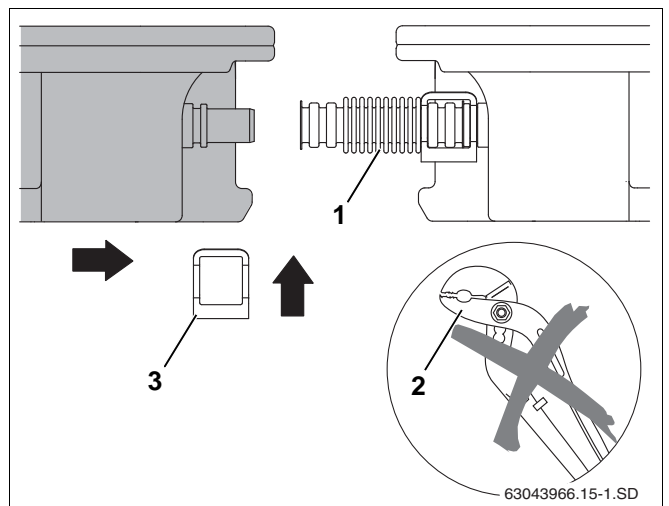

Fig. 49 Den anden solfanger skubbes hen til den første
- ▶ Brug ikke hjælpeværktøjer som f.eks. tænger (fig. 49, **pos. 2**). Forbinderne til flexrør kan blive ødelagt og dermed ubrugelige.
- ▶ Skub den anden solfanger hen til den første solfanger, så solfangertilslutningerne skubbes ind i den første solfangers formonterede forbundere til flexrør (fig. 49, **pos. 1**).
- ▶ Sæt den anden klemme (fig. 49, **pos. 3**) hen over forbinderen til flexrøret og solfangertilslutningen.